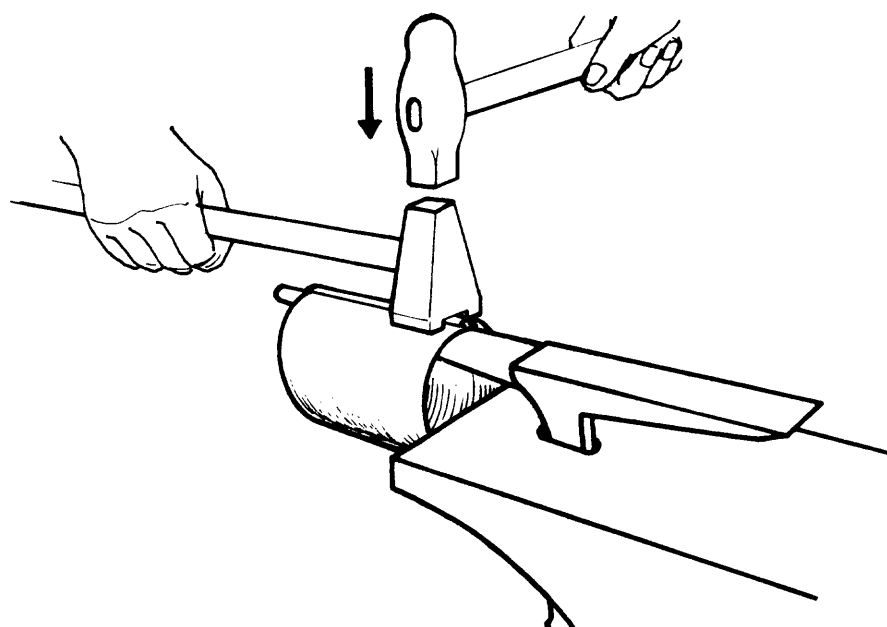

Fig. 4
- ___ b Coloque las partes enganchadas sobre un tas, cuya forma permita que las partes plegadas se mantengan alineadas cuando son golpeadas (fig. 4).